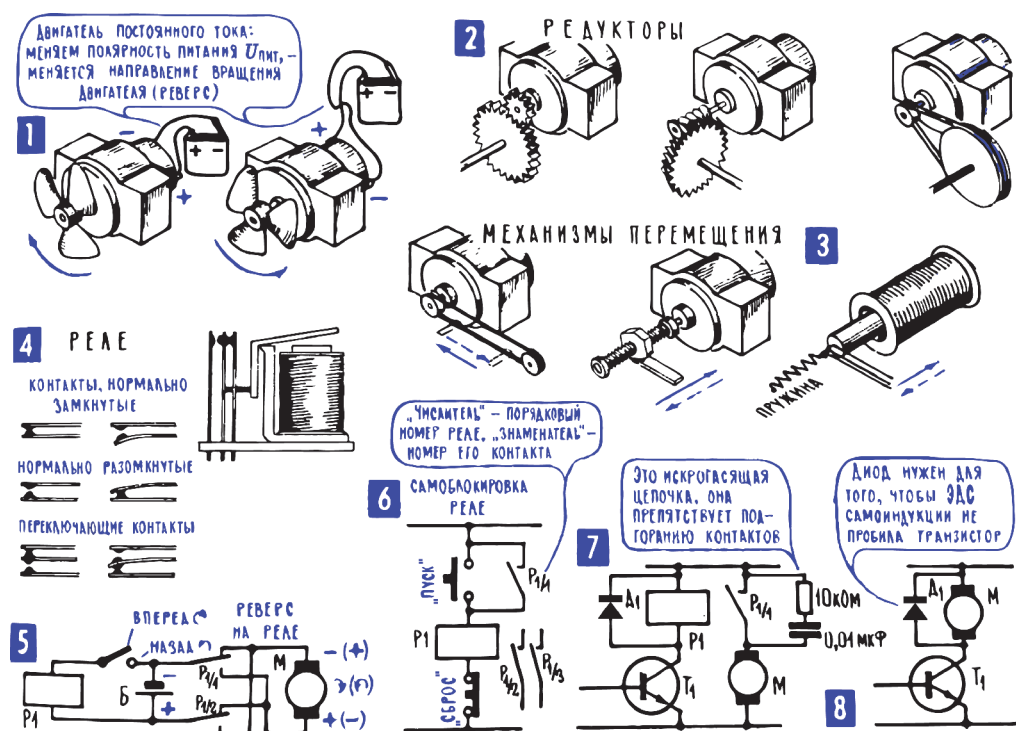

Рис. 15.2. Исполнительные механизмы и электромагнитные реле
4. **Исполнительные механизмы автоматов – двигатели, электромагниты, реле.** События во всех автоматах разворачиваются примерно по одному и тому же сценарию. Сначала собирается информация или извлекается программа из собственной памяти, или и то, и другое одновременно. Затем информация как-то преобразуется, перерабатывается, автомат принимает решение о том, что нужно делать при тех или иных сочетаниях сигналов, вырабатывает сигналы управления. И наконец, начинается само действие, само управление – по разным адресам рассылаются команды: «повернуть», «открыть», «передвинуть», «нагреть», «погасить», и, подчиняясь этим сигналам-командам, начинают действовать исполнительные механизмы и приборы (рис. 15.2): электродвигатель поднимает кабину лифта на заданный этаж; железные сердечники втягиваются в катушки с током и на заданное время открывают краны, через которые в стакан наливаются сироп и вода; включается электрический подогреватель холодильника, усиливается испарение теплоносителя, и в холодильной камере до заданного уровня понижается температура; электромагнит передвигает контакты мощных выключателей, и они сразу зажигают сотни фонарей уличного освещения.
Там, где нужно плавно регулировать работу исполнительного механизма (например, плавно менять обороты двигателя), часто используются транзисторные и ламповые усилители постоянного тока. Их главная особенность, как говорит само название, связана с тем, что сигнал управления может меняться очень медленно, и, чтобы усиливать такие очень медленно меняющиеся сигналы (их для образности называют постоянным током), из схемы исключают переходные конденсаторы (гл. 12; 11). Там, где на исполнительный механизм подаются дискретные, ступенчатые команды, такие, например, как «включить», «выключить», «сменить направление тока», в качестве усилителя сигналов чаще всего используют реле. Их существует несколько разных типов, а в радиолюбительских схемах автоматики чаще всего используются электромагнитные нейтральные реле постоянного тока3 (рис. 15.2; 4). Основа такого реле – электромагнит, катушка которого расположена на стальном сердечнике с почти замкнутой магнитной цепью. Когда по обмотке реле идет ток, то стальной якорь под действием магнитного поля притягивается к сердечнику, когда же ток прекращается, пружина отводит якорь обратно. Притягиваясь к сердечнику, якорь нажимает на пружинящие контакты и замыкает их или размыкает, в зависимости от устройства контактной группы реле.
У разных типов реле разное количество контактов. Есть контакты нормально замкнутые, при срабатывании реле они размыкаются, есть контакты нормально разомкнутые, при срабатывании реле они замыкаются, а есть и такие контактные группы, в которых происходит переключение контактов. Таким образом, реле, особенно многоконтактное, кроме того что оно усиливает сигнал, может еще и производить его определенную переработку (рис. 15.2: 5, 6) – перебрасывать ток из одной цепи в другую, направлять в общую цепь разные сигналы, распределять управляющие сигналы между разными исполнительными механизмами. Бывает так, что реле вводят в систему автоматического управления только для того, чтобы производить сложные переключения4, хотя, конечно, чаще используется основная профессия реле – их умение усиливать сигналы.
Когда мощности сигнала не хватает для срабатывания реле, его можно объединить с транзисторным усилителем (рис. 15.2; 7), а в некоторых случаях функции реле выполняет сам этот усилитель, работая в ключевом режиме: на входе одно из двух состояний «есть сигнал» или «нет сигнала», и на выходе соответственно «максимальный коллекторный ток» (режим насыщения) или «нет коллекторного тока» (режим отсечки). Транзистор, работающий в таком режиме, часто называют электронным реле (рис. 15.2; 8).